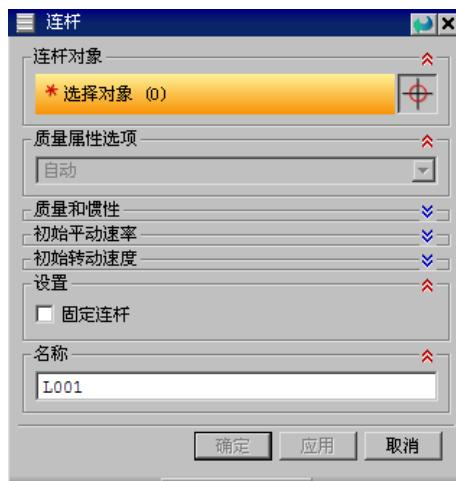

图 2.4.1 “连杆”对话框
(1) 选择命令。选择下拉菜单 **插入(S)** → **链接(L)…** 命令，系统弹出图 2.4.1 所示的“连杆”对话框。